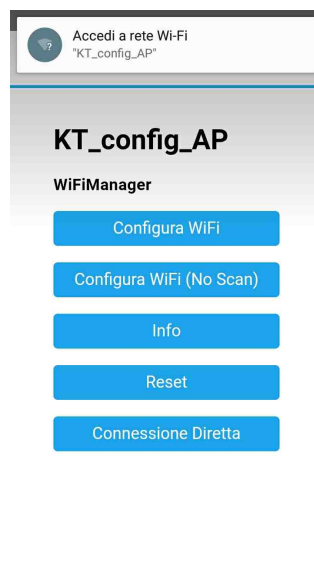

Fig 2
- 3) **Configurazione:** si aprirà una pagina come quella di Fig.2, selezionate Configura WiFi, dopo di che troverete le reti disponibili, scegliete la vostra connessione e chiederà di inserire la vostra password. Consigliamo di inserire gli ip suggeriti nella Fig. 4, oppure inserite un ip che sia allineato alla vostra rete. ATTENZIONE: L'ip 192.168.1.200 è dedicato alla connessione diretta tramite il solo uso di smartphone o tablet.